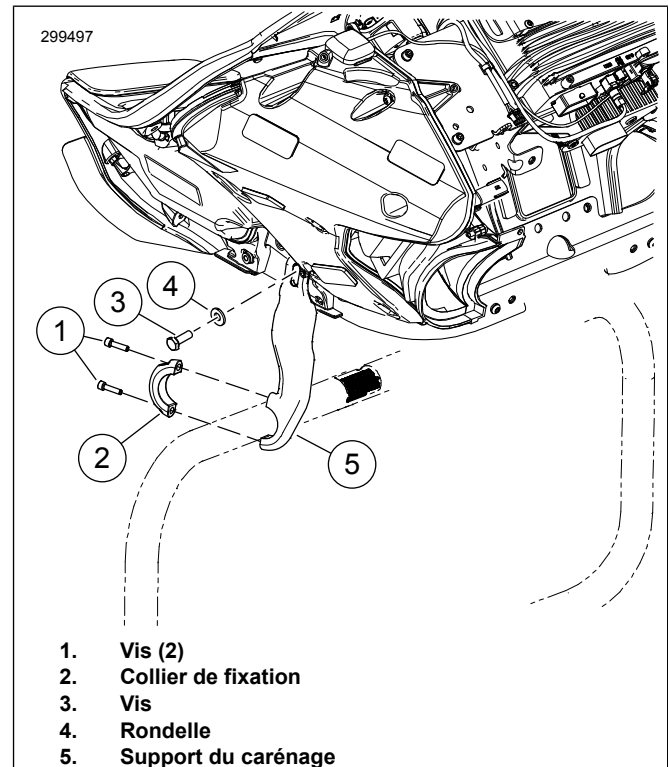

Figure 1. Retrait du pare-jambe
2. Consultez Figure 1 . Retirez les deux vis (1) et le collier de fixation (2) du support (5) de carénage.
3. Retirez et conservez la vis (3) et la rondelle (4) qui fixent le support de carénage de série à la motocyclette. Retirez le support de carénage de série. Répétez la procédure sur le côté opposé.